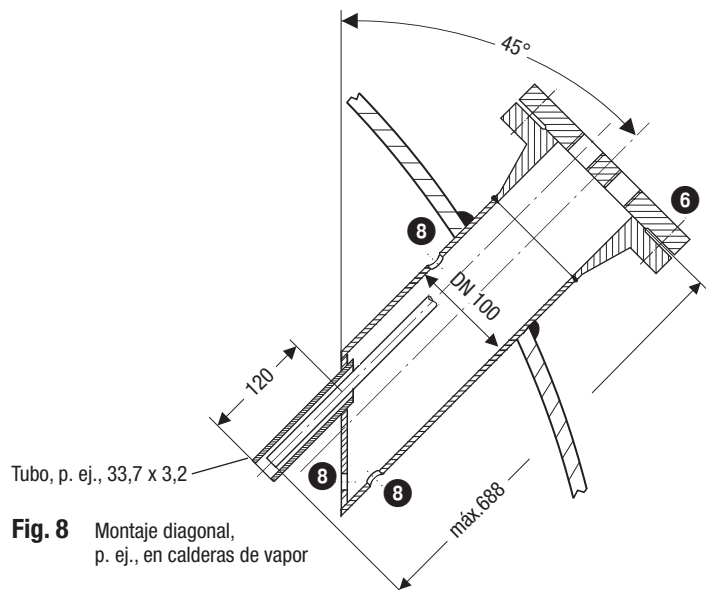

Fig. 8 Montaje diagonal,
- El ángulo de inclinación del electrodo no debe superar los 45 °. La longitud de montaje está limitada a 688 mm. **Fig. 8**